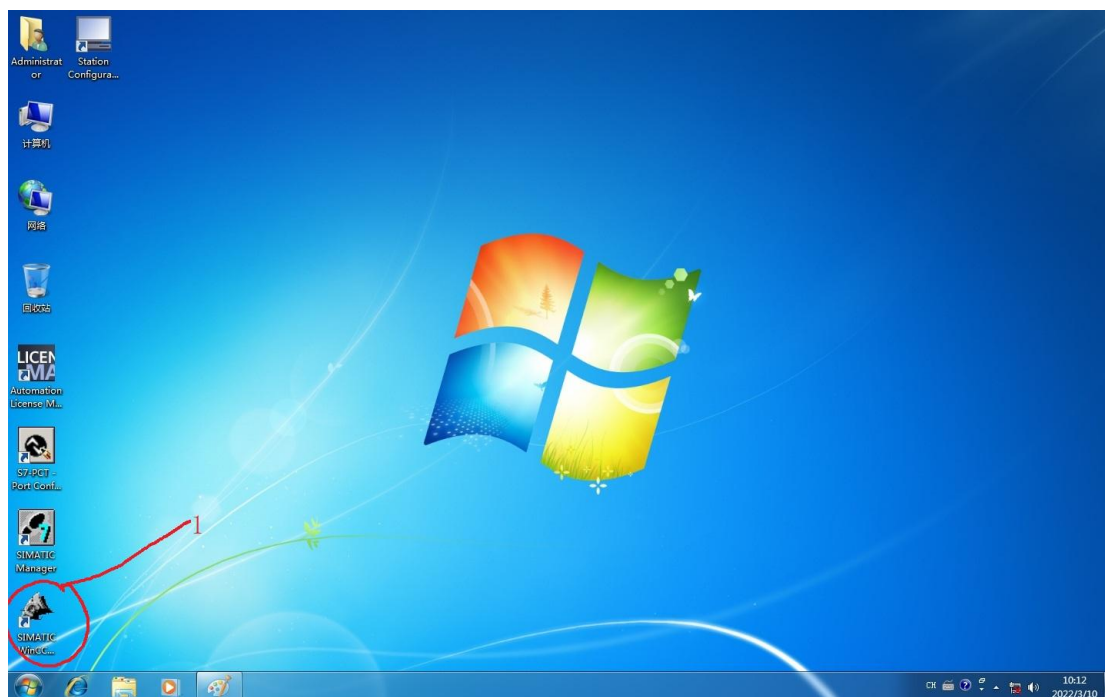

图 2-1
2.2.1、电脑开机，进入用户名为管理员（administrator）的用户，上位机运行后，点击“1”进入工程项目中，如下图（图 2-1）所示：